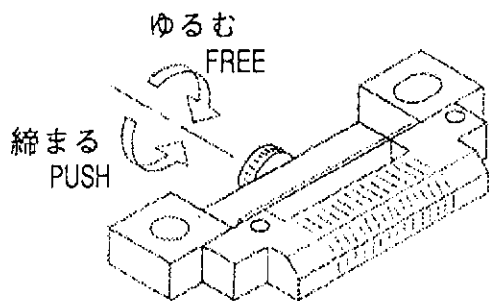
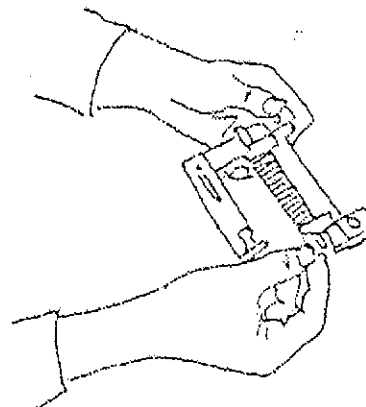

FIG. 5
FIG. 6
1) コネクタをセットします。ノブをゆるめてコネクタ押さえを自由にし、(FIG.5) コネクタをロケータに突き当たるまで入れ、(FIG.6) ノブを締め付けて下さい。
1) Make the connector pusher free by turning the knob. And insert the connector until it has touched to the locator. (see FIG.5, FIG.6)